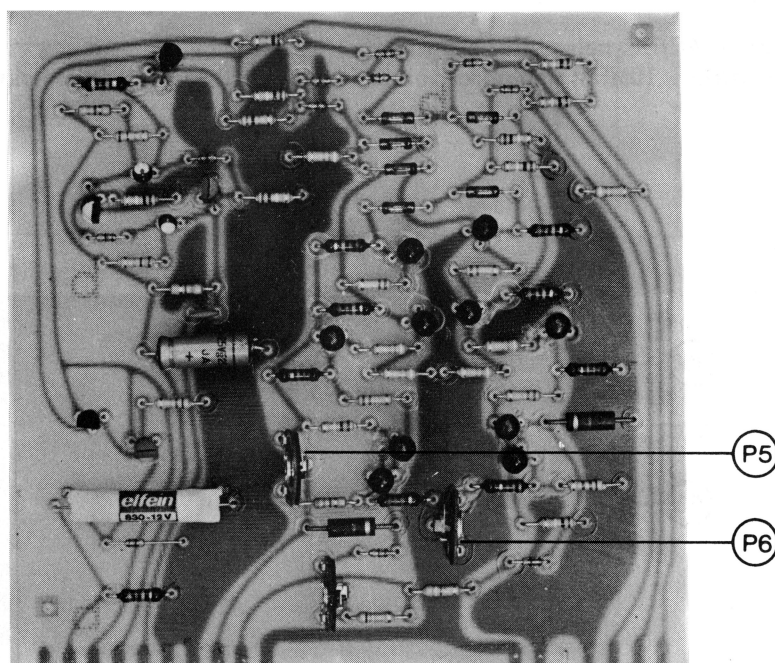

Fig. 8. Justering af skifteniveauer.
6. Potentiometeret P5, fig. 8, justeres således, at områdeskiftet til næste højere område sker ved »+1,5dB».